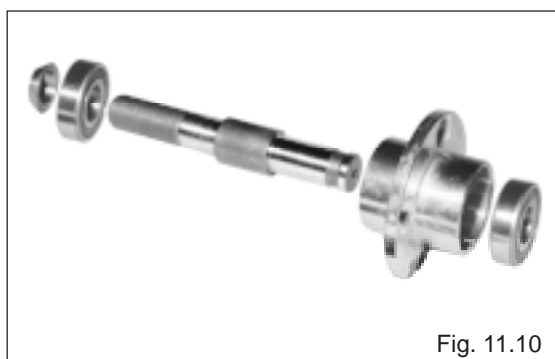

Fig. 11.10
**Per la completa sostituzione dell'albero della girante, rispettare scrupolosamente la sequenza di montaggio dei particolari interni come riportato in Fig.11.10**
For the full replacement of the turbine rotor shaft, carefully follow the assembly sequence of the inner parts as shown on Fig.11.10
Pour la substitution complète de l'arbre du rotor, respecter très attentivement la séquence de montage des pièces intérieures comme indiqué en Fig.11.10
Um die Welle des Turbinenrades völlig zu ersetzen, sorgfältig die Montageangaben der Innenteile laut Abb.11.10 beachten.